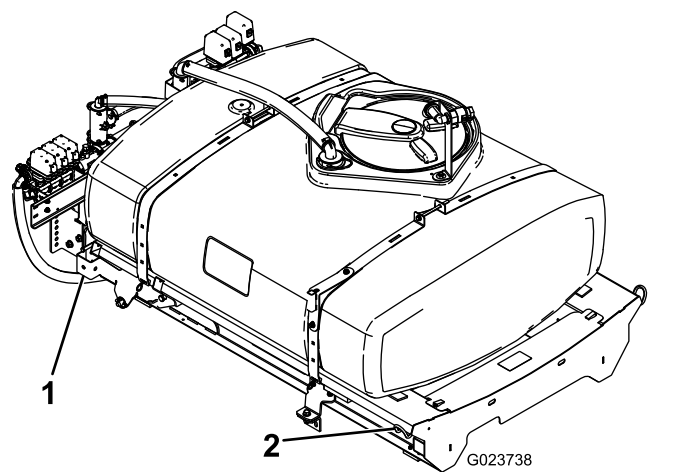

Рисунок 8
- Используя подъемное устройство, поднимите раму бака в сборе (Рисунок 8) и расположите ее поверх рамы автомобиля так, чтобы насос и клапан в сборе были направлены назад.